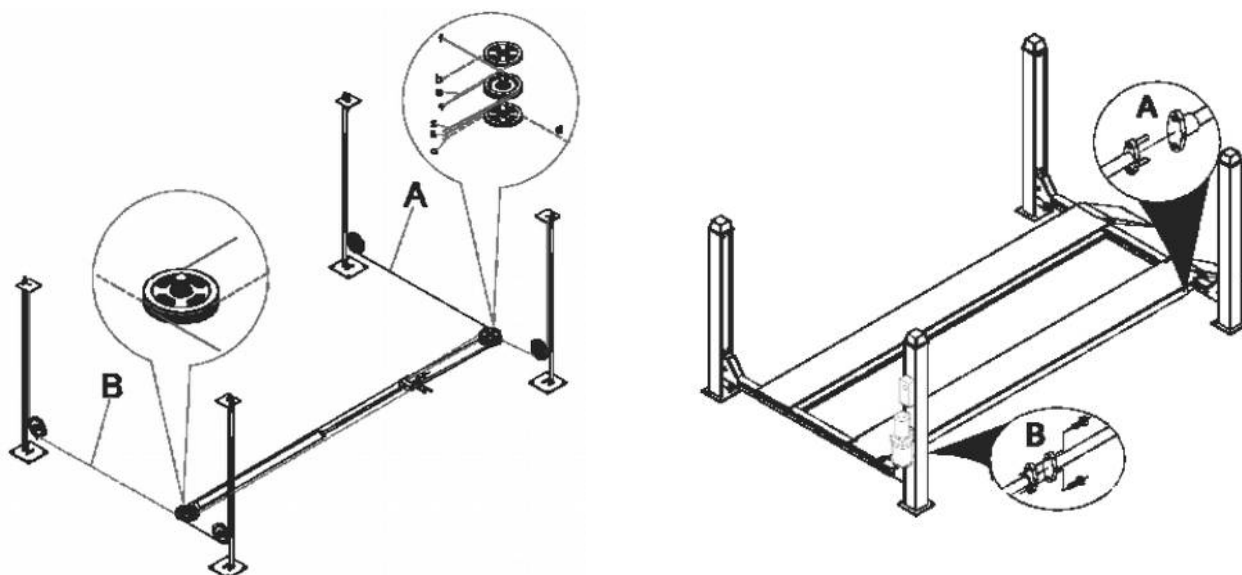

Рис.33
- Проверьте правильное расположение стальных тросов. Рис. 33.